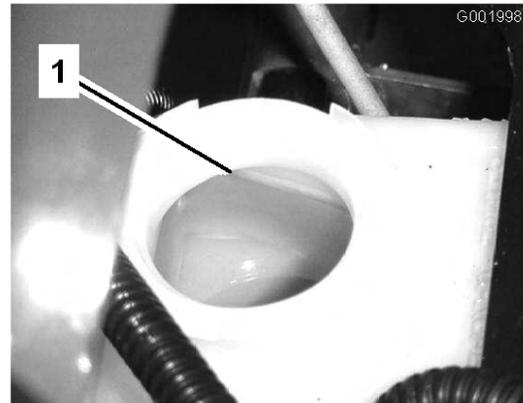

Figura 58
2. O nível do fluido deve estar ao nível da linha Full indicada no reservatório (Figura 58).